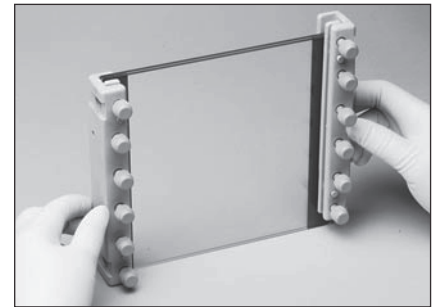

図1
2. 図1のようにガラスプレートとスペーサーを重ね、両脇をクランプではさみます。（以下、このセットをゲルカセットと呼びます）（図1）